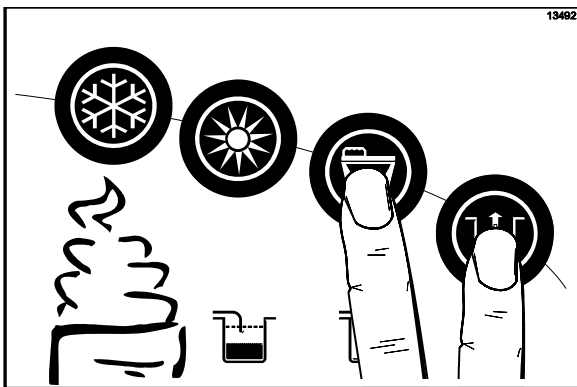

Abbildung 163
10. Das Reinigungs- und das Pumpensymbol   antippen und das Zapfventil schließen. (Siehe Abbildung 163.)